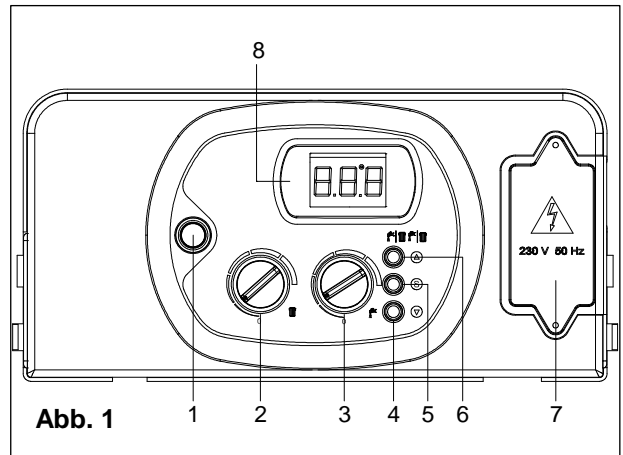
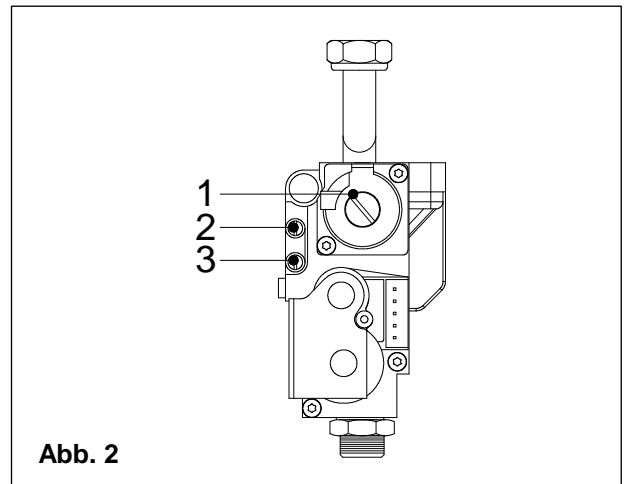

Abb. 1
Abb. 2
- Kontrollieren, dass der Deckel des Entlüftungsventils leicht gelockert ist, um das Ausströmen der Luft aus der Anlage (Abb. 1) zu ermöglichen;
- Den Füllhahn R (Abb. 2) öffnen;
- Mithilfe des Druckmessers M (Abb. 2) kontrollieren, dass der Druck der Anlage die Hälfte des grünen Bereichs erreicht (1,2 bar, siehe Abb. 3) und dass auf dem Bildschirm des Bedienerfeldes nicht der Code H2O erscheint;
- Den Schalter **1** auf die Position ON (Abb. 1) stellen, nach wenigen Sekunden wird die Umwälzpumpe starten;
- Mittels des Knopfs **6** auf den Betrieb WINTER-SOMMER schalten. Das Angehen des Symbols  auf dem Bildschirm **8** (Abb. 1) zeigt dessen Aktivierung;
- Das automatische Zündungssystem wird den Brenner zünden, **bei fehlender Flamme wiederholt die Platine drei Mal alle Schritte zur Zündung, gestaffelt mit dem Zeitabstand der Nach-Lüftung (20 Sek.)** Es könnte jedoch notwendig sein, diesen Schritt mehrmals zu wiederholen, um die Luft aus der Rohrleitung zu entfernen. Um den Zündungsvorgang zu wiederholen, etwa drei Sekunden nach dem letzten Zündungsversuch warten bevor man den Heizkessel erneut freigibt, dann den Schalter **1** (Abb. 1) aus- und einschalten und danach den Vorgang wiederholen;
- Den Schalter **1** auf die Position OFF (Abb. 1) stellen, einen Druckmesser in den Druckentnahmepunkt **2** (Abb. 2) einfügen, den Heizkessel einschalten und die Werte des maximalen und minimalen Einstelldrucks kontrollieren gemäß der Bezugswerte, die auf dem Gas-Schild stehen (um den maximalen Druck zu kontrollieren, den Warmwasserhahn aufdrehen und überprüfen, ob der maximale Druck gleich dem vom Schild ist; um den Mindestdruck zu kontrollieren den Hahn schließen und den Heizkessel auf die Position Winter stellen; der Druckmesser wird den Mindestdruck für die ersten 10 Sekunden anzeigen); sollte der maximale Druck nicht dem des Schildes entsprechen, die Einstellung erneut ausführen (siehe Handbuch zur Eichung);